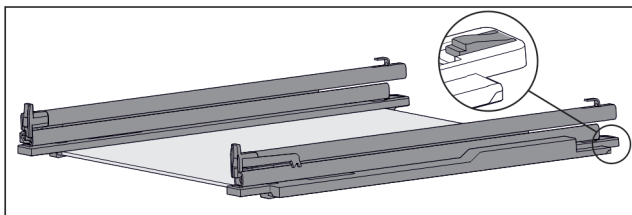

Fig. 151 Ripiano in vetro con guide e fermi
- Premere il fermo sul lato posteriore (vedere Fig. 151) e allo stesso tempo spingere la guida all'indietro.